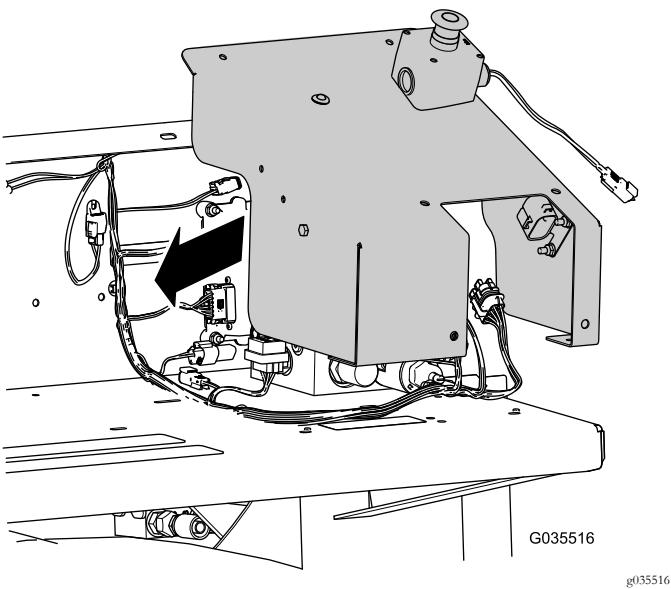

Figura 18
9. Coloque a cobertura, com o relé anteriormente instalado, a tampa do bloco de fusíveis, as luzes e o conjunto do botão E-Stop na proteção do para-choques (Figura 18).